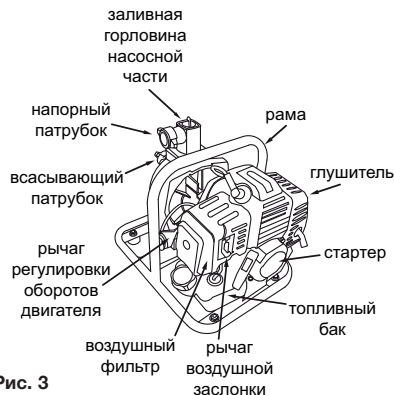

Рис. 3
7.2. Насос WP10M (см. рис. 3) состоит из тех же основных частей, но оснащен 2-х тактным бензиновым двигателем. Такой двигатель не требует заливки масла в картер двигателя. В качестве топлива такого двигателя используется смесь моторного масла и бензина в пропорции 1:25.